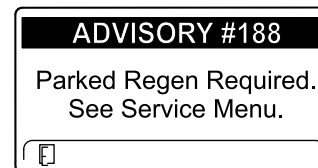

Figure 50
- AVIS N° 188 – régénération en stationnement requise (Figure 50)